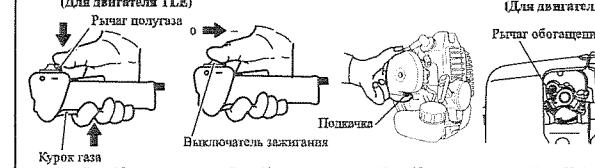

Рис. 11
1. Процедура установки фиксатора дросселя. (Рис. 11)